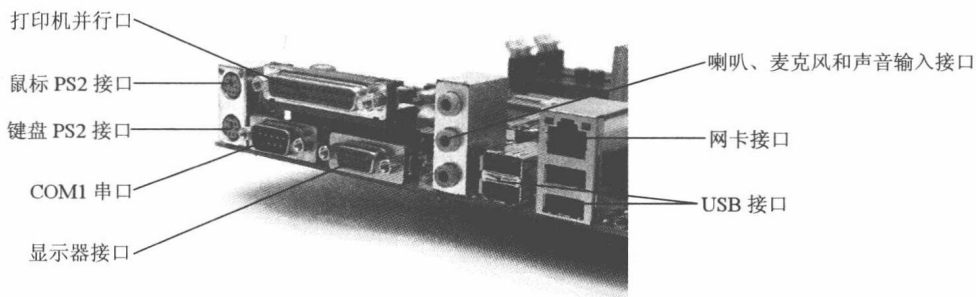

图 1-15 机箱后部上主板外设接口
(9) 键盘和鼠标的安装。主板安装后，键盘的标准接口位于机箱后部。如果键盘与鼠标均采用 PS2 接口，为了便于区分，键盘接口为紫色，鼠标接口为绿色，如图 1-15 所示。键盘和鼠标的安装非常简单，只需将键盘和鼠标的插头按箭头方向插入对应的接口即可完成安装。